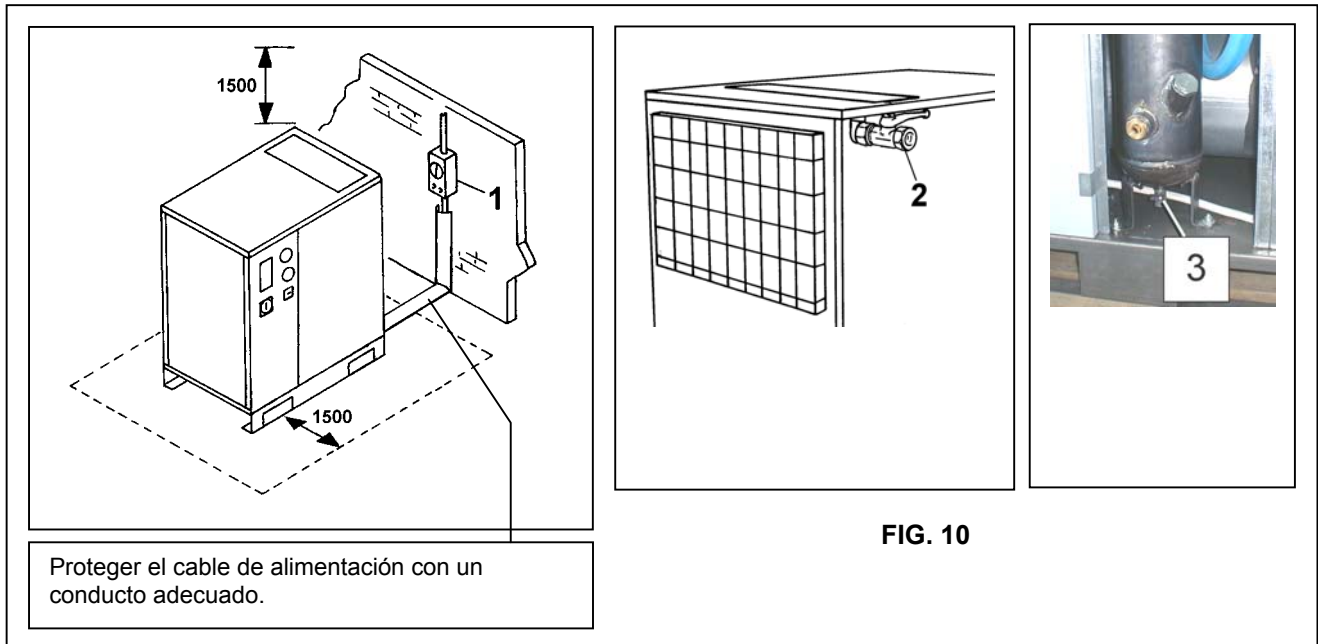

FIG. 10
- controlar que el espacio alrededor de la máquina sea suficiente para los mantenimientos (ver fig. 10) .
Introducir un grifo manual Ref. 2 Fig. 10 entre la máquina y la red de distribución de aire comprimido para permitir el aislamiento del compresor de la red durante las operaciones de mantenimiento.
El drenaje de los condensados, Ref. 3 Fig. 10 del deposito de aceite (manual) y tiene que respetar las normas locales vigentes.